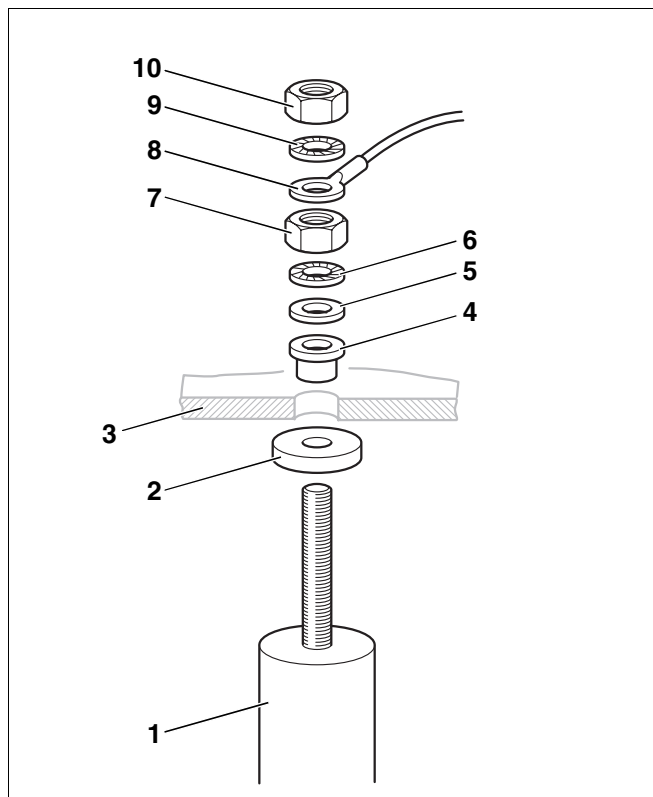

Fig. 17 Remplacer l'anode au magnésium
- Contrôler la dégradation de l'anode au magnésium (fig. 17, **pos. 1**). Remplacer l'anode si le diamètre a diminué à env. 15–10 mm.
- Dévisser l'écrou M8 (fig. 17, **pos. 10**) pour desserrer l'anneau du câble de raccordement à la masse (fig. 17, **pos. 8**).
- Dévisser l'écrou M8 (fig. 17, **pos. 7**).
- Retirer le couvercle de la trappe de visite (fig. 17, **pos. 3**) de l'anode au magnésium (fig. 17, **pos. 1**).
- Monter la nouvelle anode au magnésium avec les pièces jointes à la livraison, comme représenté dans la figure 17.